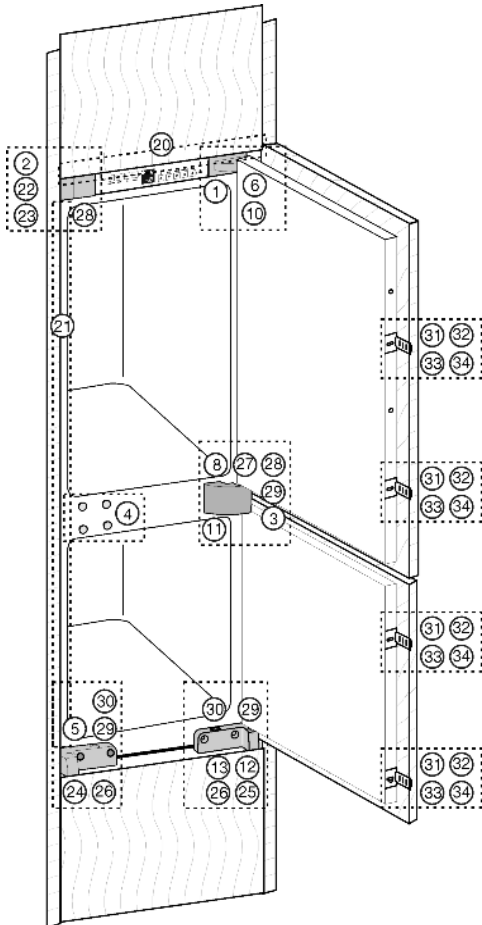
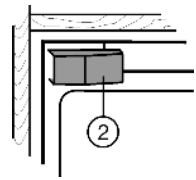

Fig. 6
Fig. 10
- ▶ Het afdekprofiel Fig. 9 (21) precies onder de bevestigingshoek Fig. 6 (22) aanbrengen.
- ▶ Afdekking Fig. 10 (2) verwijderen.
- ▶ Bij eerste montage: Afdekking Fig. 6 (3) van het lagerblok midden Fig. 10 (11) verwijderen.